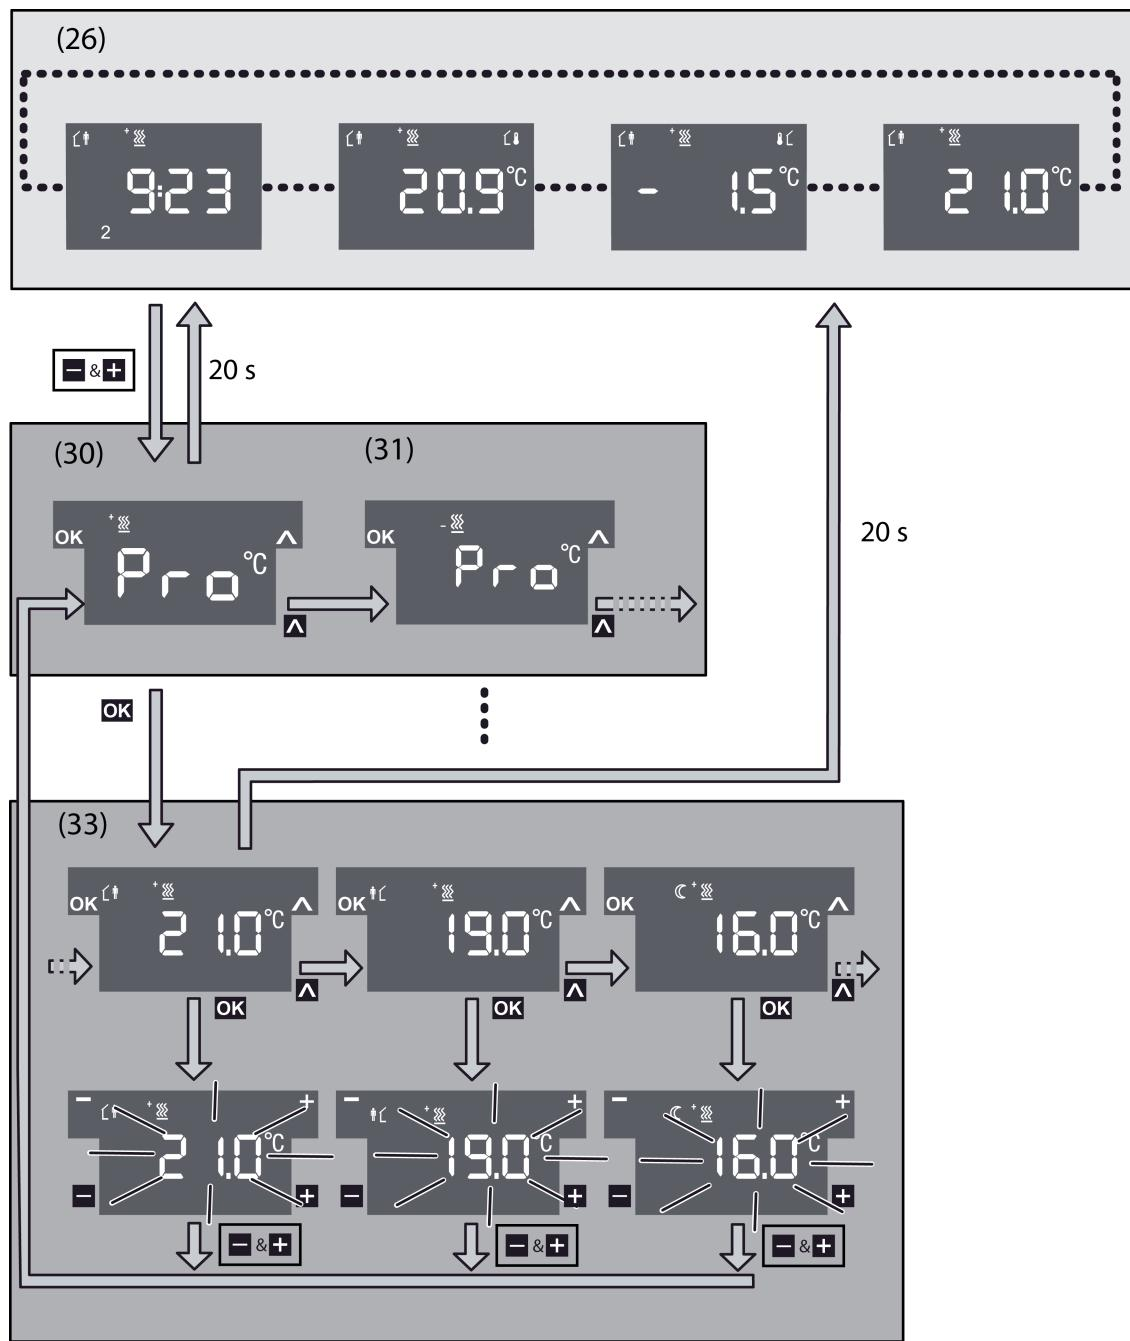

Figure 12: Sous-menu dédié à la modification des températures de consigne
- La touche d'écran droite **▲** permet de sélectionner l'option de menu pour la modification de la température du mode de chauffage (30) ou du mode de refroidissement (31) (figure 12).